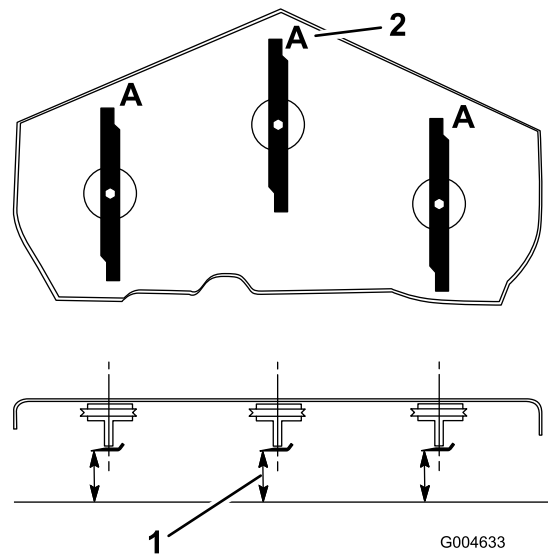

Bild 94
3. Drehen Sie die Schnittmesser, bis die Enden nach vorne und hinten gerichtet sind (Bild 94).
Hinweis: Messen Sie von einer ebenen Fläche bis zur Schnittkante (Position A) der Messer (Bild 94). Notieren Sie diesen Wert.